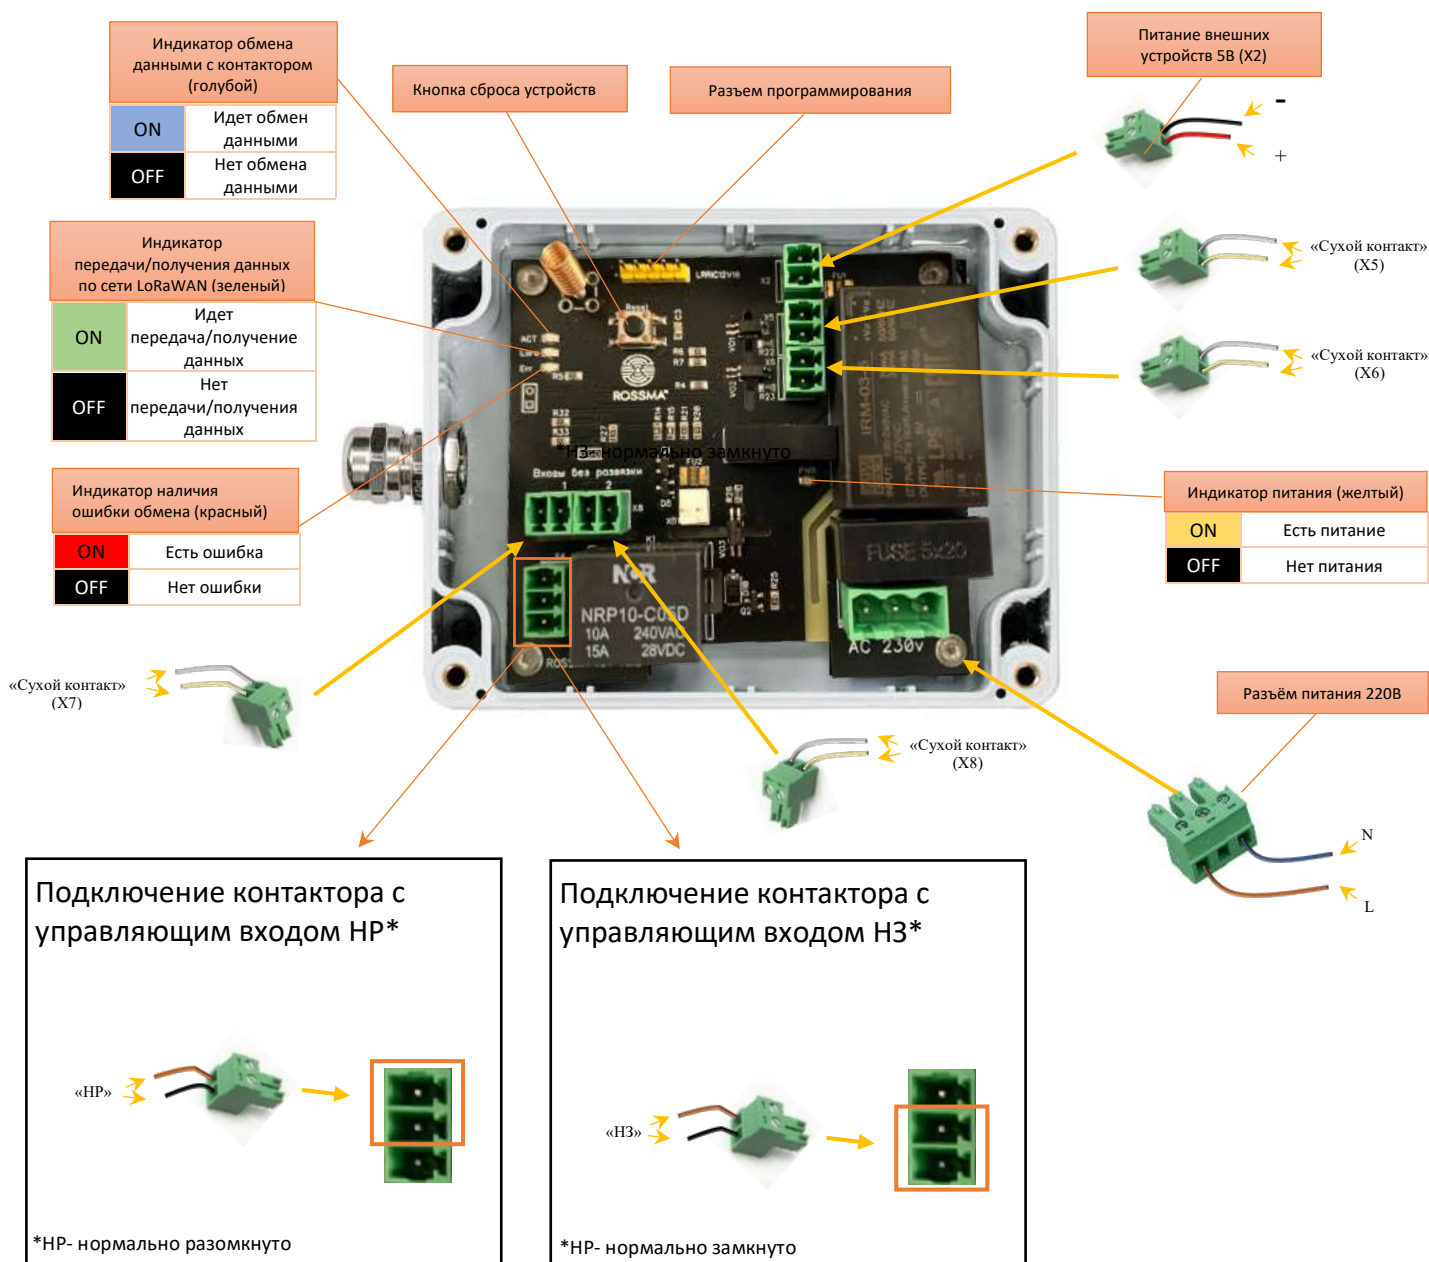

Рис.1 Описание измерителя-коммутатора ROSSMA IIOT-AMS DRY CONTACT RELAY (LoRaWAN)
- Подключить измеритель-коммутатор при помощи кабеля (с рекомендуемым сечением жилы не более 1 мм) к оконечному устройству через клеммы O, N3/NP (X8) (согласно рис. 1)
- Подключить измеритель-коммутатор к питанию 220В (согласно рис.1)